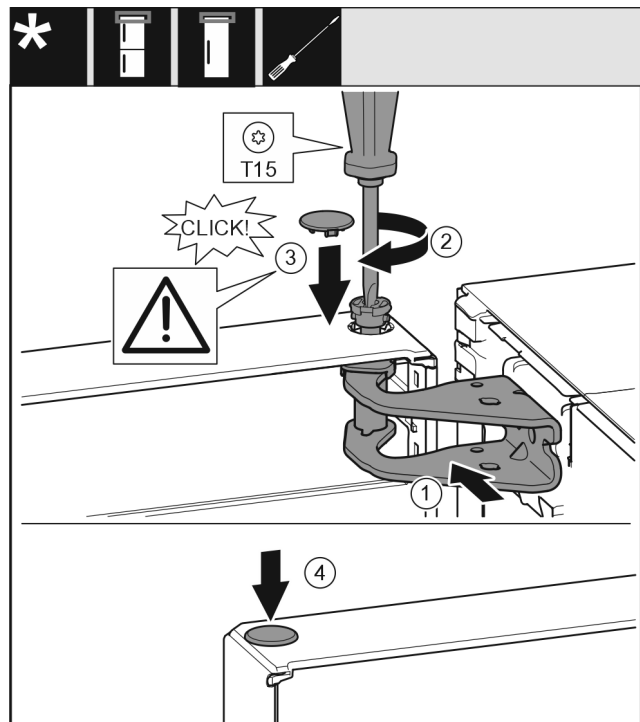

Fig. 22
- Tür oben zur Öffnung im Lagerbock ausrichten. Fig. 22 (1)
- Bolzen Fig. 22 (2) einsetzen und mit Schraubendreher festschrauben.
- Sicherungsabdeckung Fig. 22 (3) zur Sicherung der Tür montieren: Sicherungsabdeckung einsetzen und kontrollieren ob sie auf der Tür aufliegt. Ansonsten Bolzen vollständig einsetzen.
- Stopfen Fig. 22 (4) einsetzen.